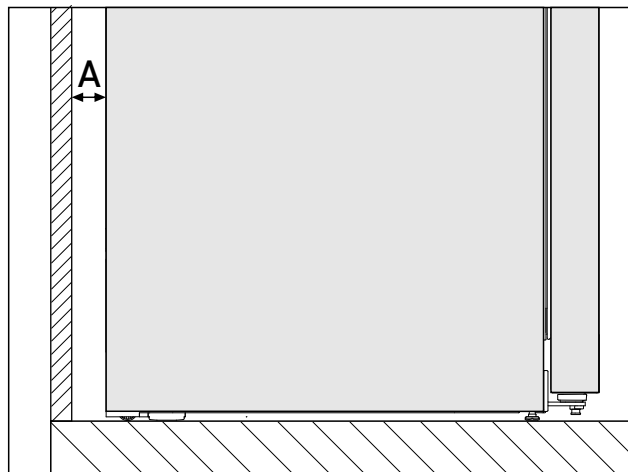

Fig. 2 \*
Spotřeba energie byla zjištěna s ohledem na vzdálenost od stěny Fig. 2 (A) mezi zadní stranou spotřebiče a stěnou. Pokud je vzdálenost od stěny menší než Fig. 2 (A), nemá to žádný vliv na funkčnost spotřebiče. Při menší vzdálenosti od stěny se může spotřeba energie mírně zvýšit a na zadní stěně spotřebiče může docházet ke kondenzaci.\*